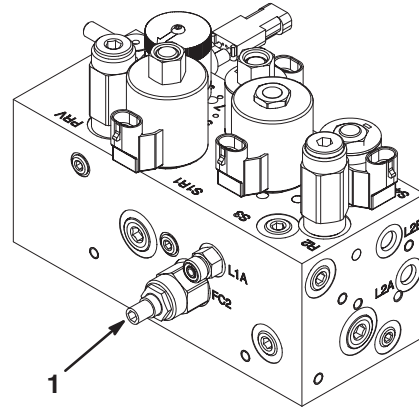

Figure 55
Le circuit de relevage/descente des plateaux de coupe de cette machine est muni d'un régulateur de débit (Fig. 55). Celui-ci est réglé en usine. Il faut cependant parfois le régler pour compenser les différences de température de l'huile hydraulique, de vitesses de tonte, etc. Dans ce cas, procédez comme suit :
1. Soulevez le siège et repérez le régulateur de débit du bâti de traction central (Fig. 55) situé sur le côté du collecteur hydraulique.